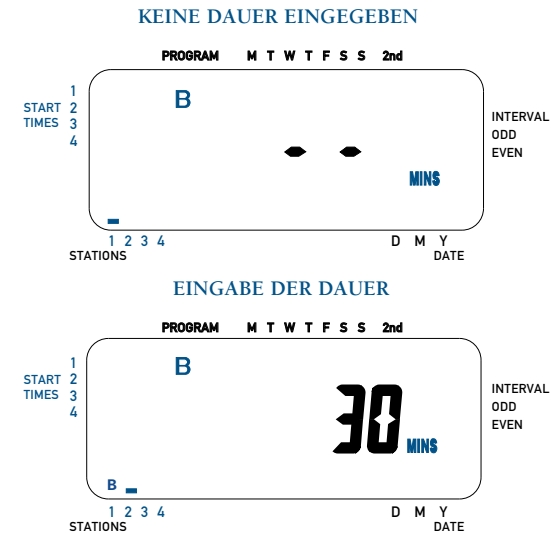

Abbildung 6: Eingabe der Dauer für „Programm B“
- Den Drehschalter auf die Stellung **STATION/DAUER** in „Programm B“ einstellen. In der Anzeige erscheint ein „B“ und MINS. [Siehe Abbildung 6]
- Die Taste \triangle oder ∇ gedrückt halten, um die Bewässerungsdauer einzustellen. Mit der **EINGABE**-Taste bestätigen. Es sollte ein „B“ über der gerade programmierten Station zu sehen sein. [Siehe Abbildung 6]